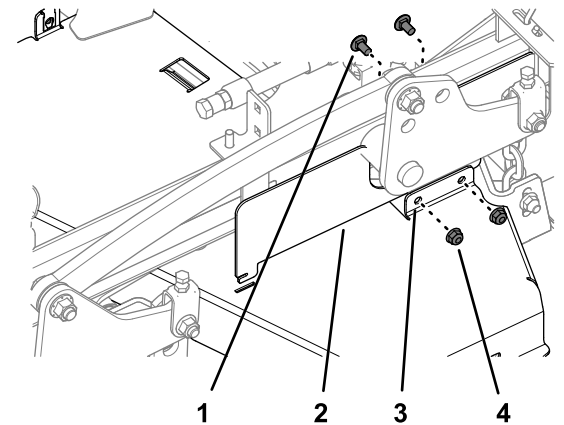

Figure 29
2. Fixez le couvercle CE gauche au protège-courroie gauche (Figure 29) à l'aide des 2 boulons de carrosserie et des 2 contre-écrous que vous avez retirés à l'opération 3 Dépose du protège-courroie gauche (page 4).